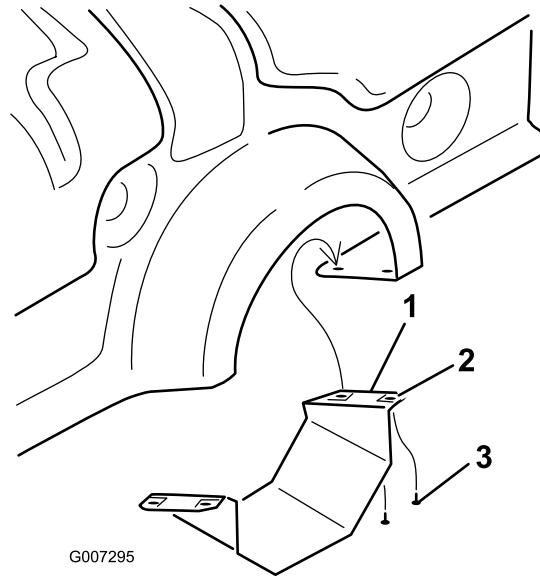

图10
1. 仅限 ProCore 864 卸下下 PTO 护罩图10。